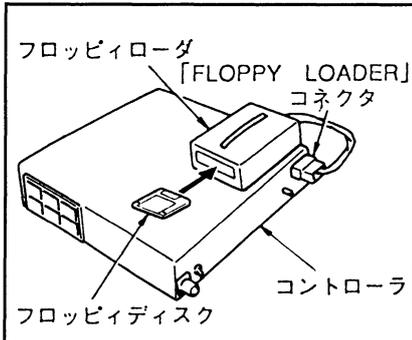

図4-4 接続方法
- ①コントローラの電源を切ります。
- ②図4-4に示すようにフロッピーローダのケーブルコネクタをコントローラの「FLOPPY LOADER」コネクタと接続します。